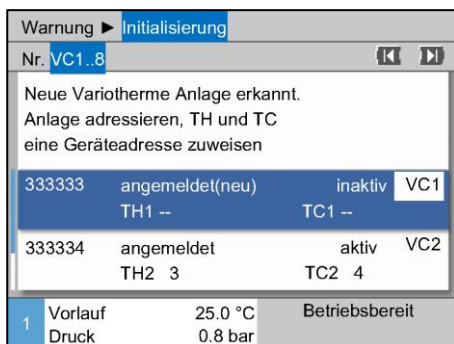

Abb. 23: Modul ID zuteilen
2. Taster drücken und Adresse VC-Modul einstellen (→ Abb. 23 Bsp. VC1)